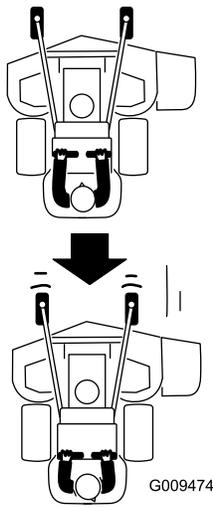

図 23
2. 走行コントロールレバーをゆっくりと後ろに引く 図 23。